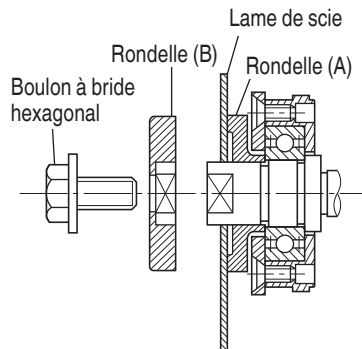

Fig. 14
2. Montage de la lame (Fig. 14)
- (1) Bien retirer toute la sciure qui s'est accumulée sur l'axe, le boulon et les rondelles.
- (2) Pour monter la lame, les côtés concaves des deux rondelles (A) et (B) doivent rentrer dans les côtés de la lame. Monter la lame sur l'axe, puis fixer la rondelle (B). (Voir Fig. 14)
- (3) Pour s'assurer que la lame tourne dans le bon sens, il faut que la flèche de la lame soit dirigée dans le même sens que celle du carter de lame.
- (4) Avec les doigts, serrer le boulon hexagonal qui fixe la lame de scie au maximum. Puis, appuyer sur le levier de verrouillage, verrouiller l'axe et serrer le boulon à fond.
- (5) Vérifier que le levier de verrouillage se trouve sur sa position d'origine.